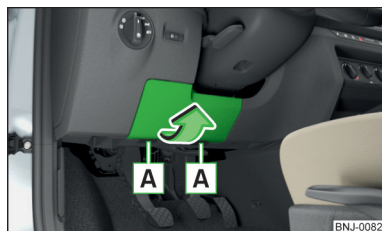

Fig. 201
- Îndepărtați capacul panoului de siguranțe în sensul săgeții » fig. 201.